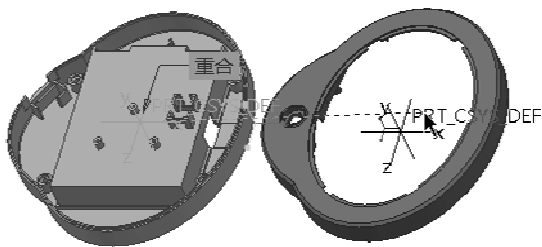

图 11-11 选择两个坐标系
③ 在状态栏右侧的“选择过滤器”下拉列表框中选择“坐标系”选项,接着在图形窗口中选择底座 1 (tsm_lamp_1.prt) 的 PRT_CSYS_DEF 坐标系和底座上壳 (tsm_lamp_2.prt) 的 PRT_CSYS_DEF 坐标系,如图 11-11 所示。